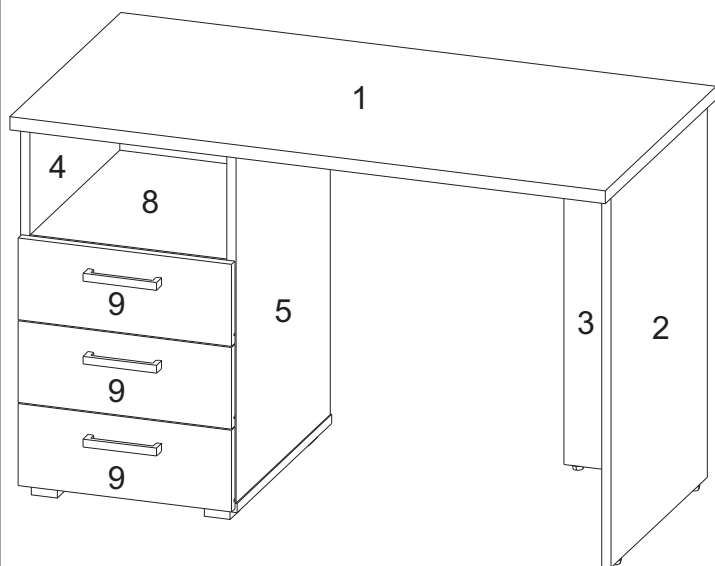

Рис.1
- Соедините деталь 1 с деталями 4,5 и затяните эксцентрики по часовой стрелке до упора. (рис.1)
- Вставьте ящики. (рис.1)